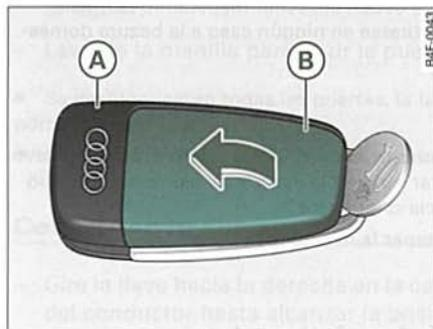

Fig. 46 Llave principal: Abrir la tapa
- Separe **con cuidado**, haciendo palanca con una moneda, la parte de la llave ⇒ fig. 46 (A) y la tapa (B).